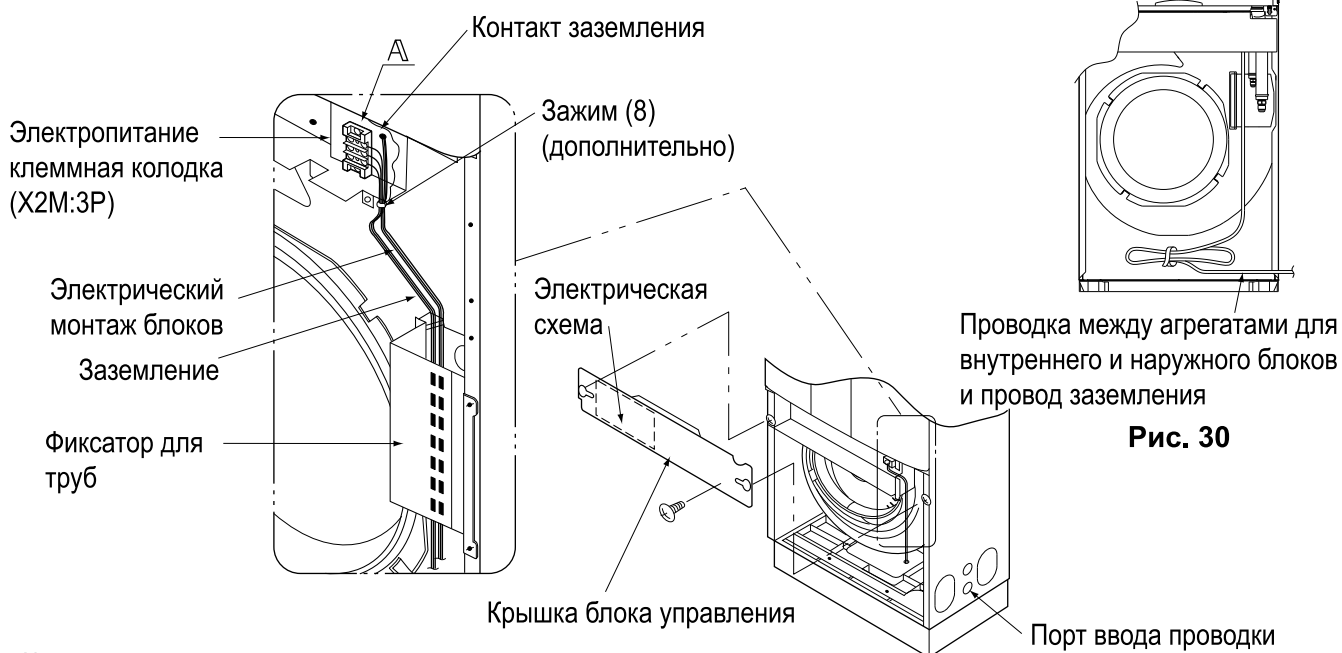

Рис. 30
- Проведите соединительные провода и провода заземления внутри прессованной трубной пластины. Зафиксируйте проводку между блоками и провод заземления с помощью фиксатора для труб. Храните дополнительные провода в месте, указанном на **Рис. 30**. Провода могут соприкасаться с другими деталями, например, вентилятором, и внутренний блок может быть поврежден.